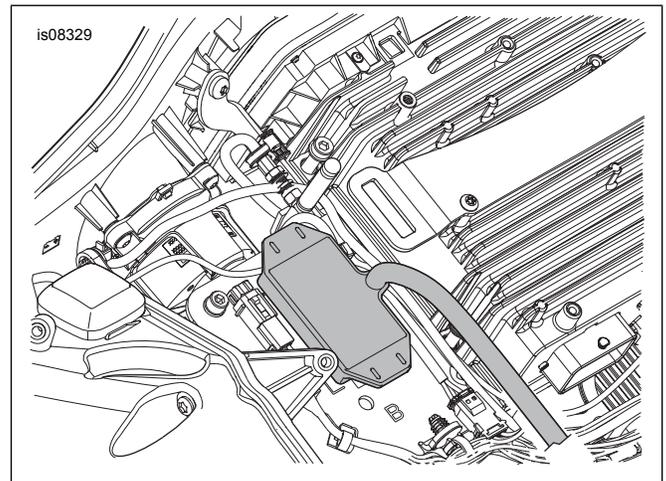

Figura 14. Montagem do transmissor (modelos Touring FLTR de 2015-2016)
2. Ver Figura 14 . Retire a fita protetora do revestimento adesivo da almofada de espuma do transmissor.